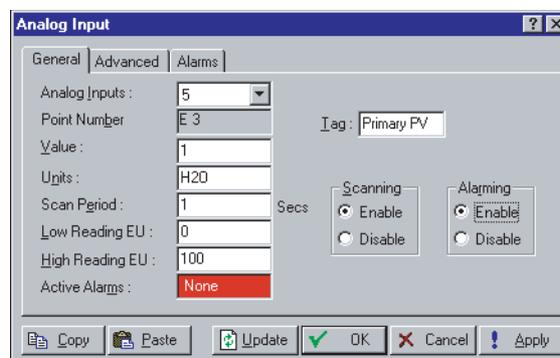

Figura A-1. Configuração da Entrada Analógica
1. Selecione Configuration > I/O > **AI Points**. Consulte a Figura A-1.